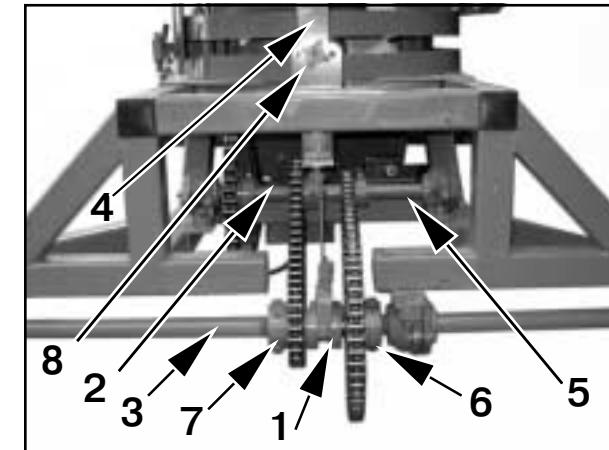

Рис.3
3.6. Механизм самохода (рис.3) служит для осуществления движения метателя вперед и назад в режимах рабочей и транспортной скоростей, а также отключения трансмиссии от колес при буксировке машины.